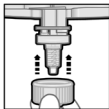
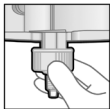

Рис. 3
Рис. 4.1
5. Після належного розташування змішувальної канюлі (Рис. 3) надіньте фіксаційне кільце Dynamix на змішувальну канюлю та притисніть його до упору, а потім поверніть його за годинниковою стрілкою (на $\frac{1}{4}$ оберту) до фіксації (Рис. 4.1, 4.2 та 5)